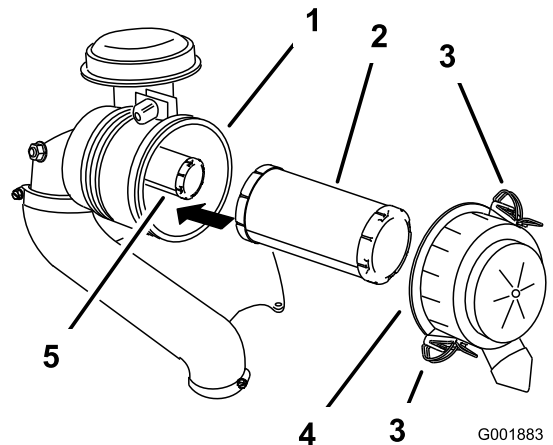

Figura 38
3. Abra los cierres del limpiador de aire y tire de la tapa del limpiador de aire para separarla del cuerpo del limpiador de aire (Figura 38).
5. Extraiga con cuidado el filtro primario del cuerpo del limpiador de aire (Figura 38).
2. Si va a cambiar el filtro de seguridad, deslícelo cuidadosamente en el cuerpo del filtro (Figura 38).
3. Deslice cuidadosamente el filtro primario por encima del filtro de seguridad (Figura 38).
4. Instale la tapa del limpiador de aire con el lado que lleva la palabra **up** hacia arriba, y fije los cierres (Figura 38).